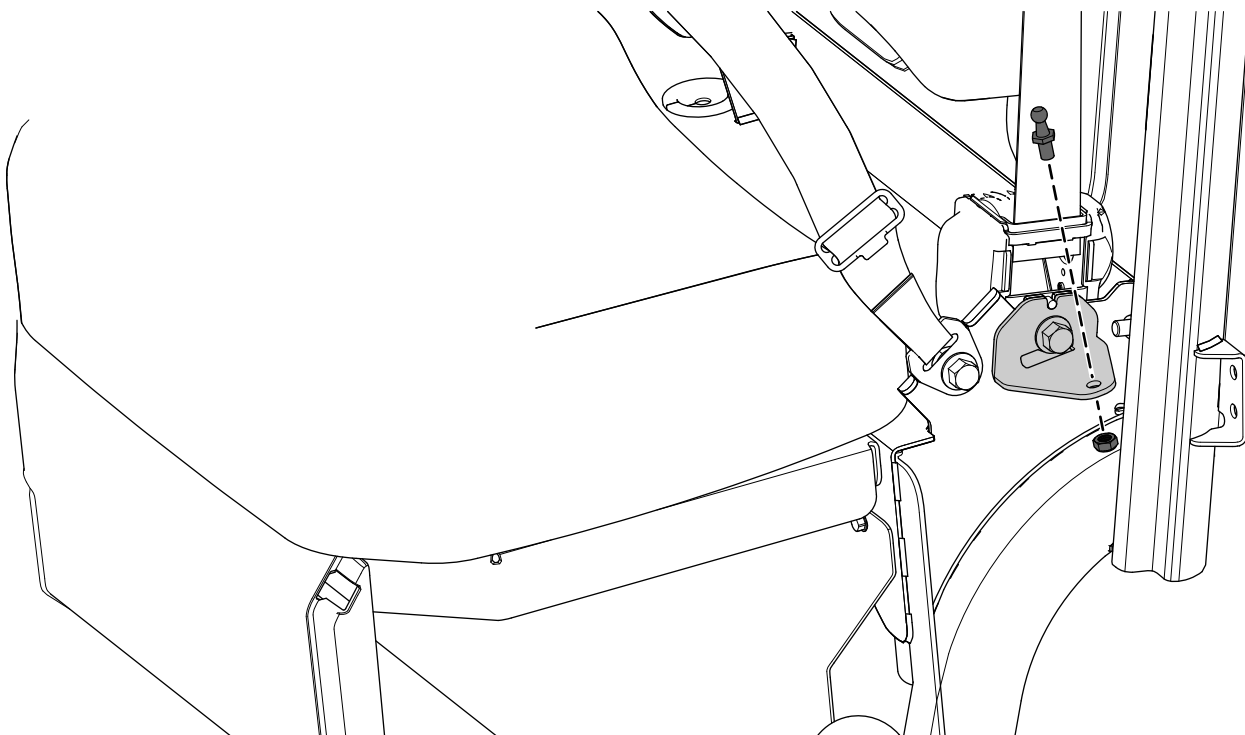

図 4
4. 図 4のように、左側ドアラッチブラケットにストラットマウントを取り付けるロックナット5/16"を使用する。